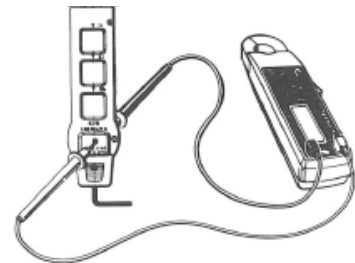

图 13
- 测量交流电压时，将增能器连接交流电源插座或被测设备，采用与交流电流测量相同的方法，测量导线连接仪器的“VOLT”和“OHM”端口，将测量探棒连接增能器一侧的“VOLTLEAD”接口，另一条测线探棒连接另一侧“VOLTLEAD”接口（如图 13），无须切断回路，可测量交流电压至 300V。